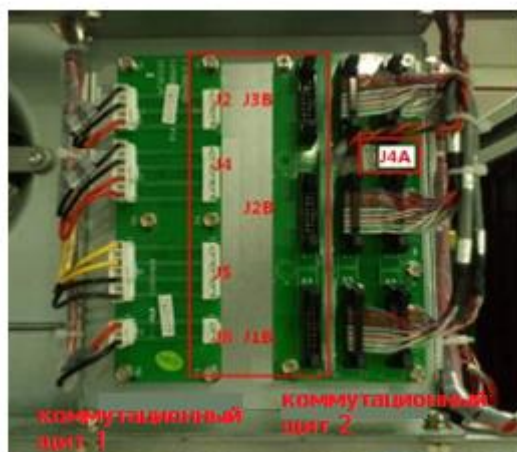

Рисунок 3-14 Подключение ИБП мощностью 400 ~ 500 кВА при помощи кабеля связи
5. Подключение при помощи кабелей связи: подключите кабели связи в верхней правой части шкафа выпрямителя к клеммной колодке в верхней левой части шкафа инвертора (см. рисунок 3-14), соединение сигнальных кабелей с клеммами см. в таблице 3-3.